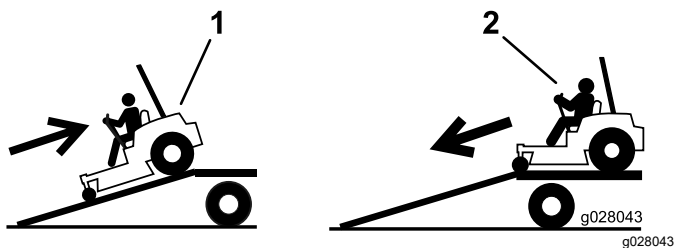

Рисунок 35
4. Перемещайте машину задним ходом при движении вверх по наклонному въезду (Рисунок 35).
2. Перемещайте машину передним ходом при движении вниз по наклонному въезду (Рисунок 35).